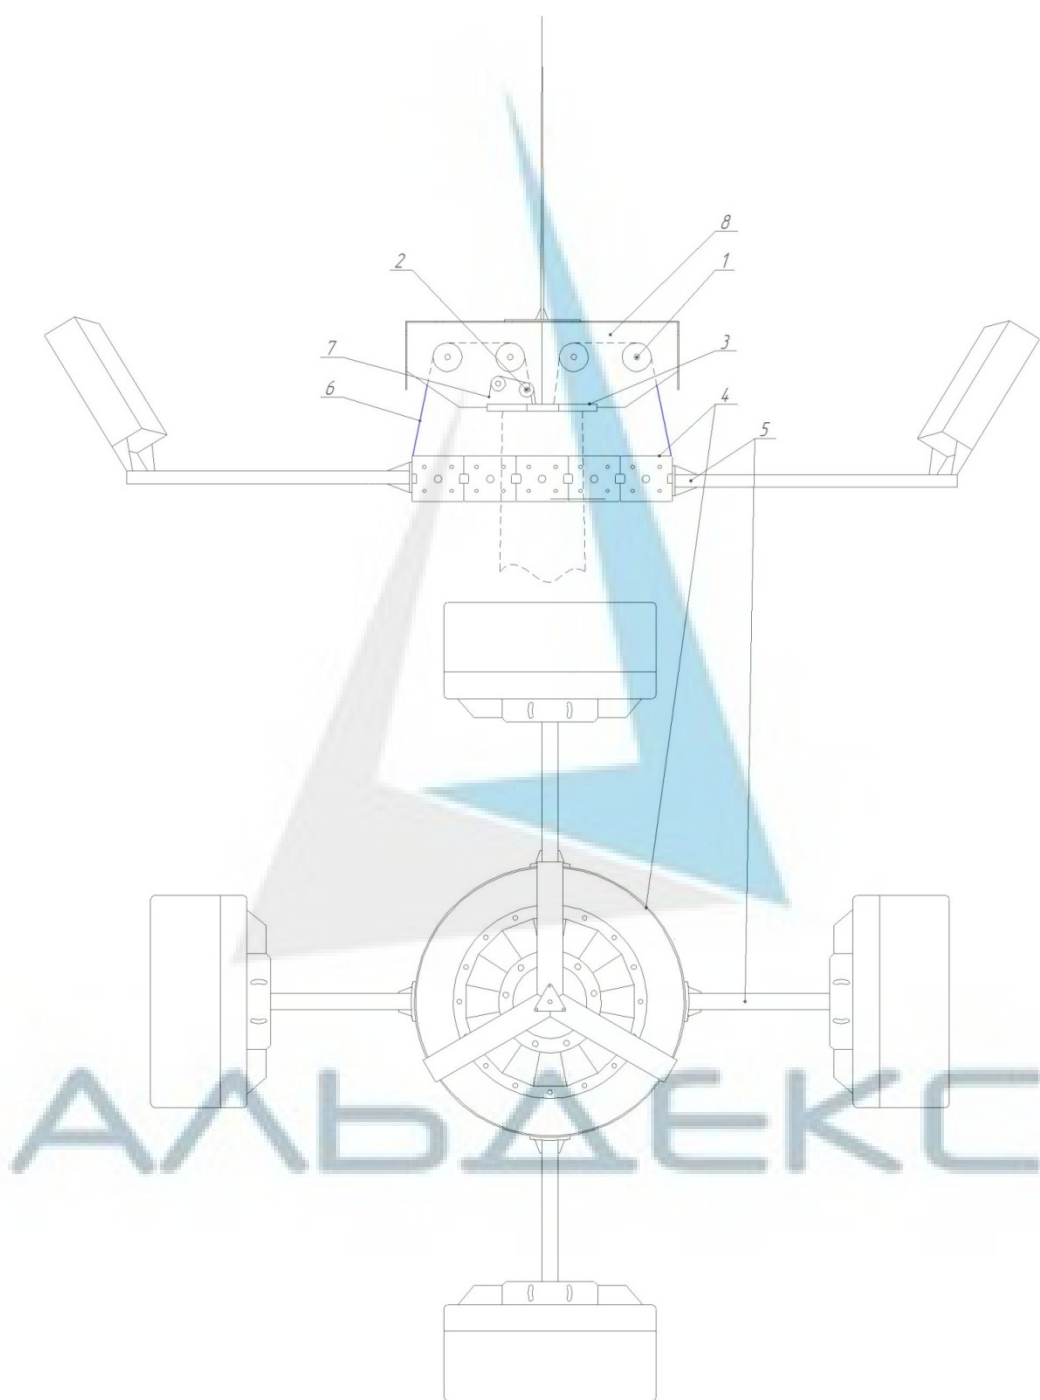

Рис. 3
Мобильная корона в состоянии поставки может состоять из следующих сборочных единиц в зависимости от проекта и пожеланий заказчика (см. Рис. 3):
Рис. 3а
7.4. Верхняя крышка устанавливается и закрепляется на верхней части оголовка через болтовые соединения и предназначена для предохранения от прямого попадания атмосферных осадков внутрь опоры, а также для размещения молниеотвода (Рис. 3а) и его механизмов. Если конструкцией мачты предусмотрен молниеприемник высотой до 2000мм, наличие тросовых оттяжек необязательно.